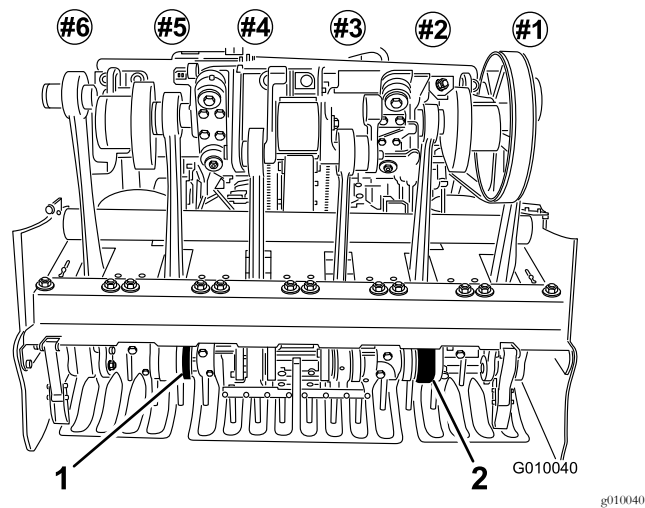

Figura 25
6. Instale os dentes nos suportes de dentes #2 e #5 (Figura 25). Aperte os parafusos.